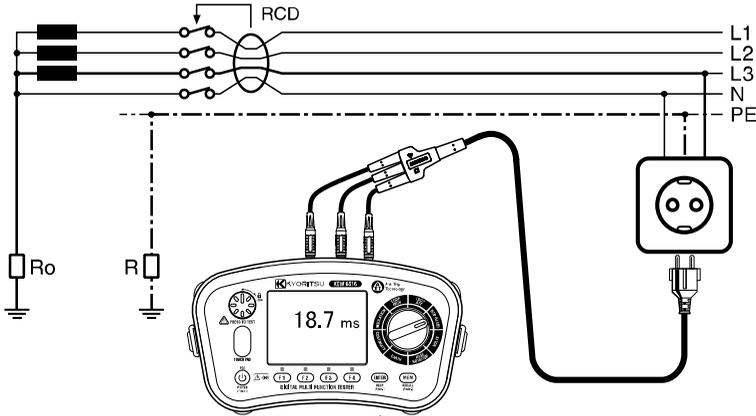

Fig. 11-1
- (7) Conecte los cables de prueba al circuito a probar. (Fig. 11-1,11-2 y 11-3)
- (8) Comprobación de cableado